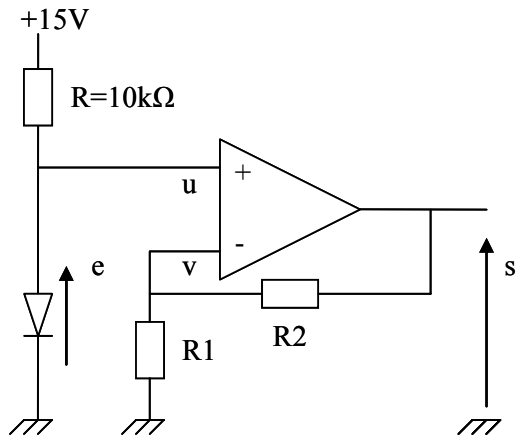

Figure 1
2.4 Soit le montage de la figure 1. Retrouver la relation $s=f(e, R1, R2)$.